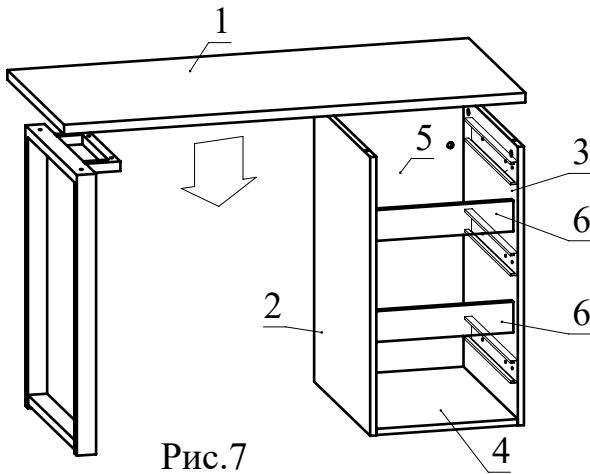

Рис.7
- Соедините две сборки, полученные ранее, затянув головки минификсов (Рис. 7).